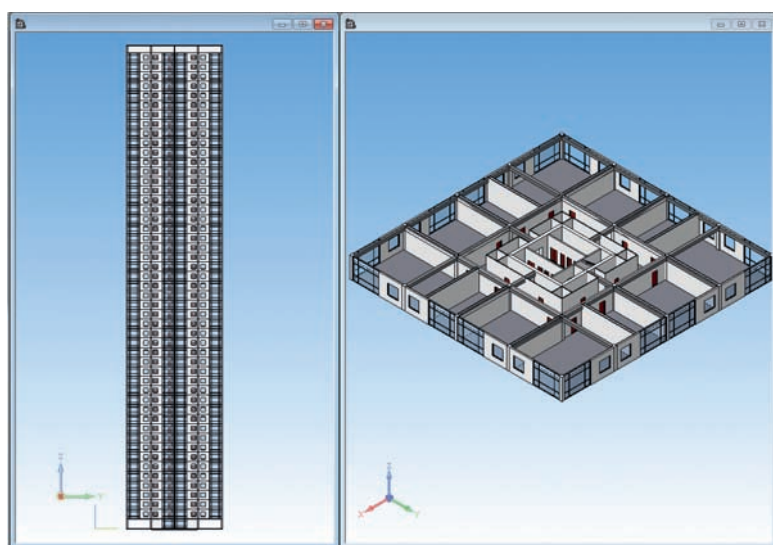

Рис. 4. «Модуль-небоскрёб» по китайской технологии
- «Модуль-небоскрёб» — абстрактный жилой квартал из четырех высотных многоквартирных домов (33-50 этажей). Самый высокий дом — свыше 200 метров. Уникальная особенность проекта заключается в использовании модульных конструкций для быстрого возведения (китайская технология строительства) (рис. 4).